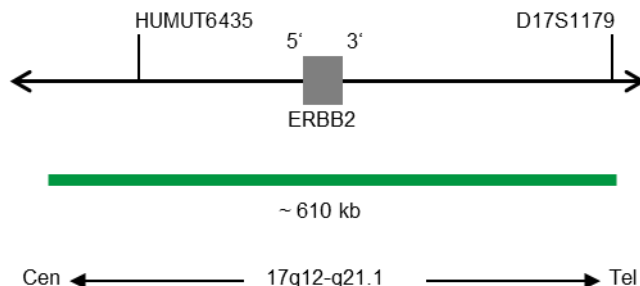

Fig. 1: ERBB2 Mapa da sonda (não à escala)
- Polinucleótidos marcados com ZyGreen (excitação 503 nm/emissão 528 nm) (~10,0 ng/ μ l), que têm como alvo sequências mapeadas em 17q12-q21.1* (chr17:37,572,531-38,181,308) que albergam a região do gene ERBB2 (ver Fig. 1).
- Polinucleótidos marcados com ZyOrange (excitação 547 nm/emissão 572 nm) (~1,5 ng/ μ l), que visam sequências mapeadas em 17p11.1-q11.1 específicas para a região centromérica do satélite alfa D17Z1 do cromossoma 17 (ver Fig. 1).